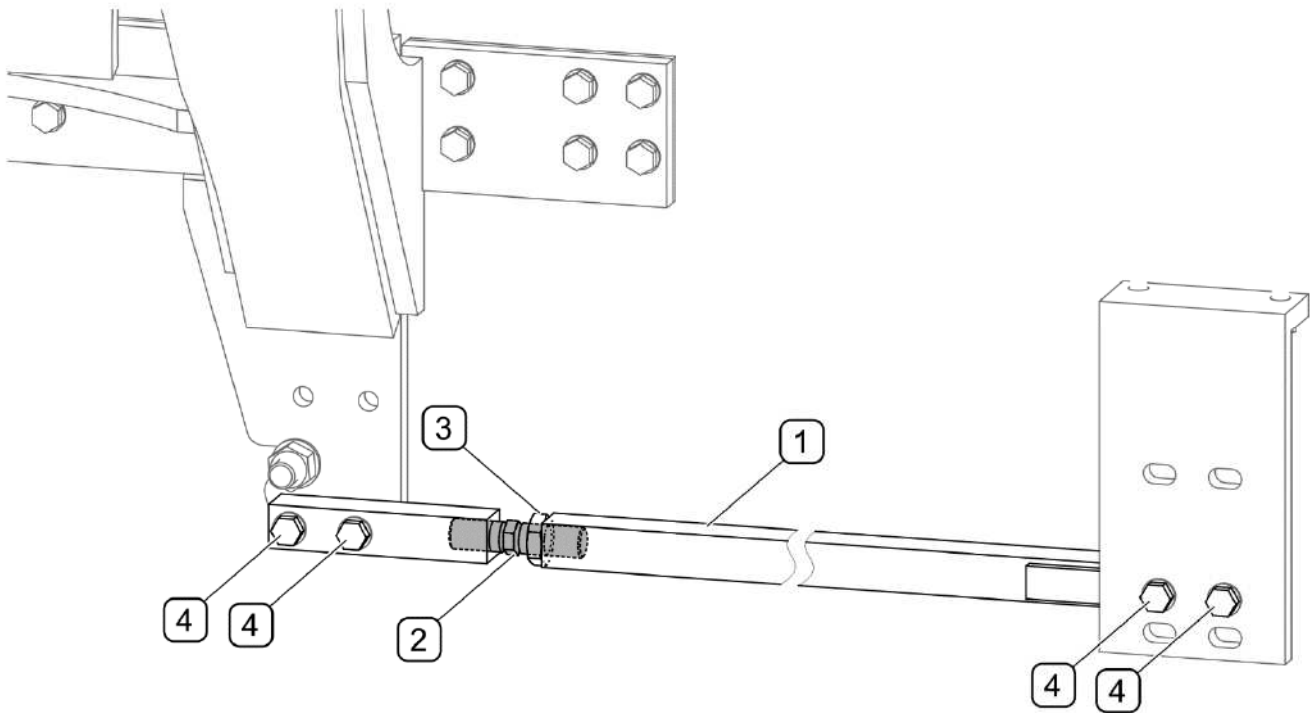

РИСУНОК 4.2 Натяжение подвесок несущей рамы погрузчика (Pronar 1025A / 1025AII и Беларусь 1025.3)
В передней части привинтить кронштейны (1) и (2) болтами (18) с шайбами (22), в центральной части использовать болты (18) с шайбами (20) и гайками (12). В тракторах Pronar 1025A заднюю часть кронштейнов (1) и (2) привинтить при помощи болтов (18) с шайбами (22), а в тракторах 1025AII следует использовать болты (15) с шайбами (22). В месте крепления аккумуляторного ящика использовать втулки (11). Кронштейны для подвески (4) необходимо привинтить к ведущему мосту трактора при помощи болтов (14) и гаек (12). К кронштейнам (4) предварительно привинтить болтами (16) с шайбами (22) и гайками (18), анкерные болты (5) и (6), второй конец которых соединить с кронштейнами (1) и (2) с использованием болтов (16) и гаек (12). Необходимо проверить рым-болты (7) и убедиться, что они одинаково вывинчены из подвески. При помощи гаек (13) с шайбами (21) закрепить нижнюю (10) и верхнюю (9) перемычки. Отрегулировать подвески (РИСУНОК 4.2)
- в тракторах Pronar 1025A / 1025All и Беларусь 1025.3 проверить и в случае необходимости отрегулировать натяжители подвески (РИСУНОК 4.2)